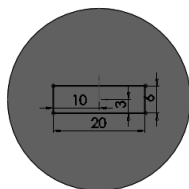

图 3-61 在零件实体模型前面上绘制草图
- (2) 在零件实体模型前面绘制草图，如图 3-61 所示。
- (3) 单击【特征】工具栏上的【放样切除】按钮, 出现【切除-放样】对话框。